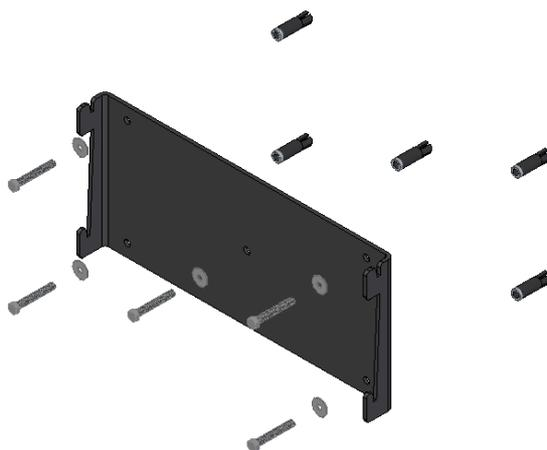

Figura 3 – Fixação suporte parede
- Deve de seguida aplicar as 5 buchas na parede, encostar a peça de suporte do equipamento á parede e fixar com 5 parafusos Din 933 8.8 M8x60 Z/B e 5 anilhas, como mostra a Figura 3.